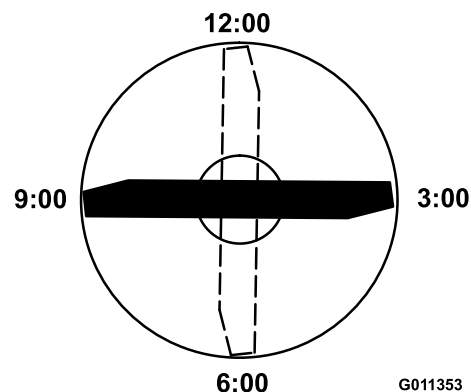

Figura 121
4. Coloque el filo de corte del extremo marcado de la cuchilla en la posición de las 12 (hacia adelante, en el sentido de la siega) (Figura 121) y mida la altura desde la mesa hasta el filo de corte de la cuchilla.
5. Gire el extremo marcado de la cuchilla a las posiciones de las 3 y de las 9 (Figura 121) y mida las alturas.